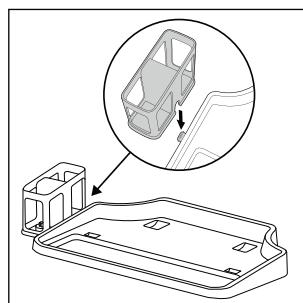

Afb. 3
- ♦ Wikkel het snoer ⑯ helemaal om de bovenste en onderste kabelhouder ⑯/⑳ (zie afb. 3).